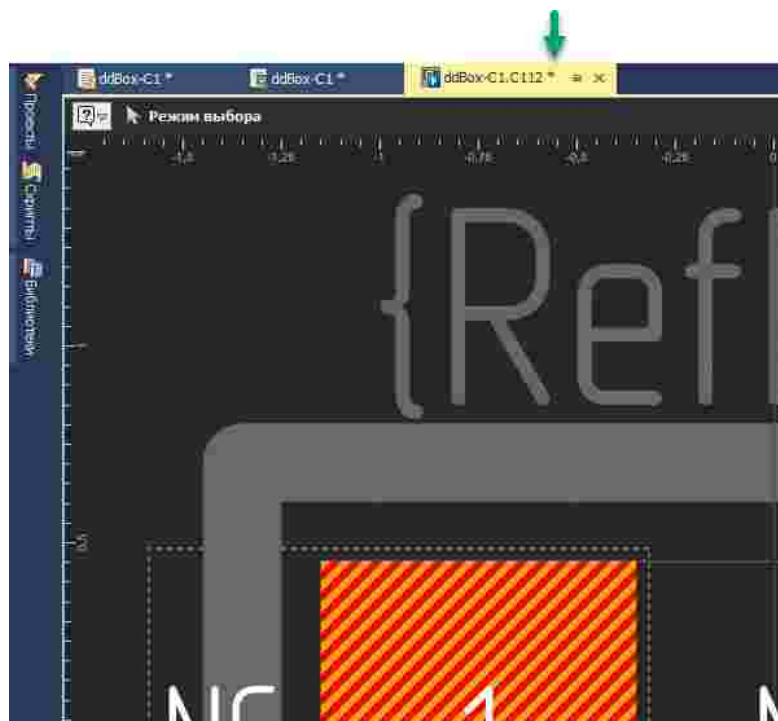

Рис. 113 Закрытие редактора без сохранения
4. Закрыть редактор посадочных мест без сохранения (несохраненный документ в окне редактора отмечен звездочкой (*)), см. Рис. 113.